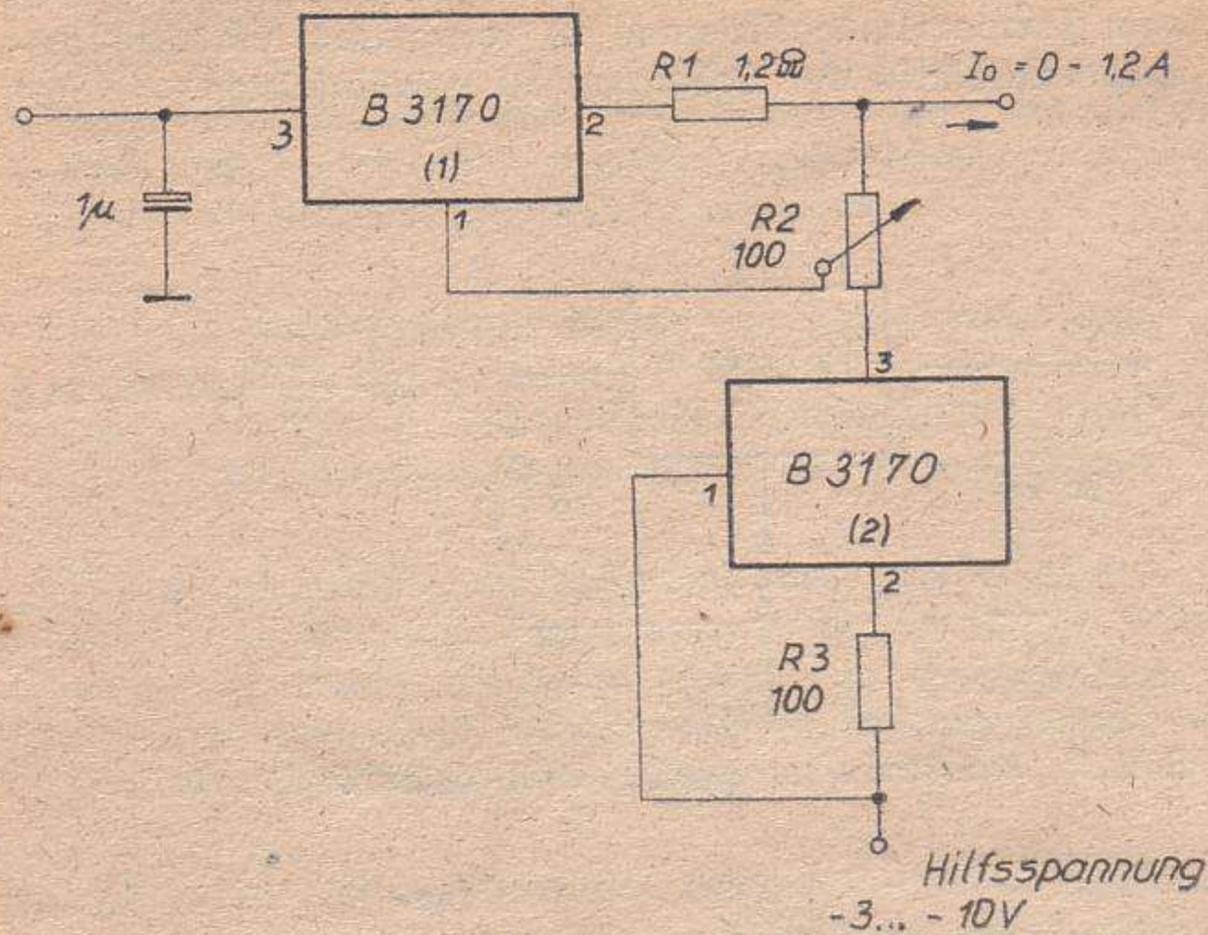

Bild 10 Einstellbare Stromquelle mit zwei B 3170
Eine stufenlos veränderliche Quelle kann man mit der Schaltungsanordnung nach Bild 10 aufbauen. Über das 100 Ω -Potentiometer kann dem Einstellanschluß des B 3170 (1) eine Vorspannung zwischen 0 und U_{Ref} gegeben werden und der damit aus der Quelle fließende Strom zwischen 0 und 1 A stufenlos verändert werden. Eine Feinjustierung des Stromes $I_0 = 0$ kann durch geringfügige Änderung von R_3 und die des Stromes $I_0 = I_{0max}$ durch Änderung von R_1 erzielt werden. Dieser Feinabgleich kann durch die Toleranzen der Referenzspannungen der Einzelexemplare notwendig werden. Die Hilfsspannungsquelle sollte für etwa 15 mA Belastbarkeit ausgelegt werden.